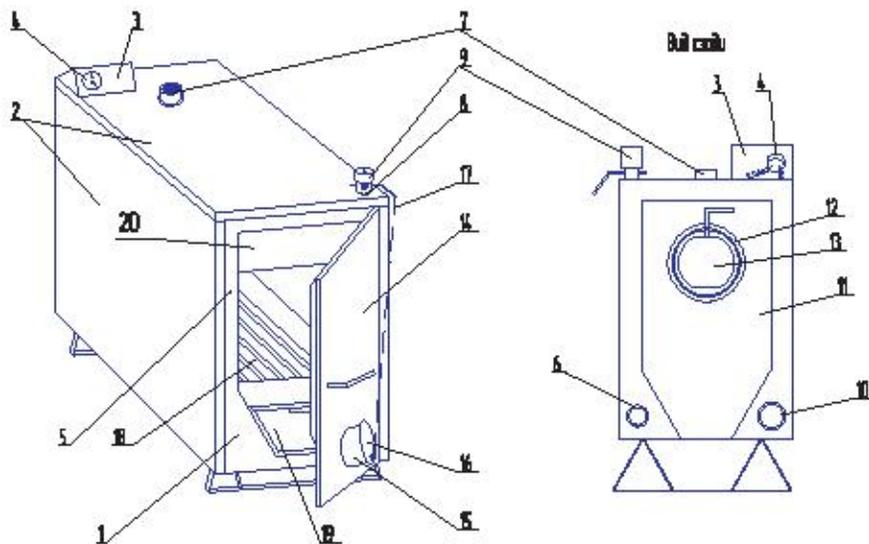

Рисунок 1 Конструкция отопительного аппарата
6.2 Дымоход (12) (Рис.1) футеровать асбестовым картоном толщиной 3-5 мм.